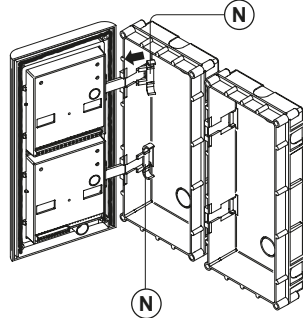

Fig. 52
- Ga verder vanaf stap 4 van de instructies voor de oppervlaktemontage, maar bij stap 7 worden de scharnierhaken **(N)** bevestigd zoals geïllustreerd in **Fig. 52**.